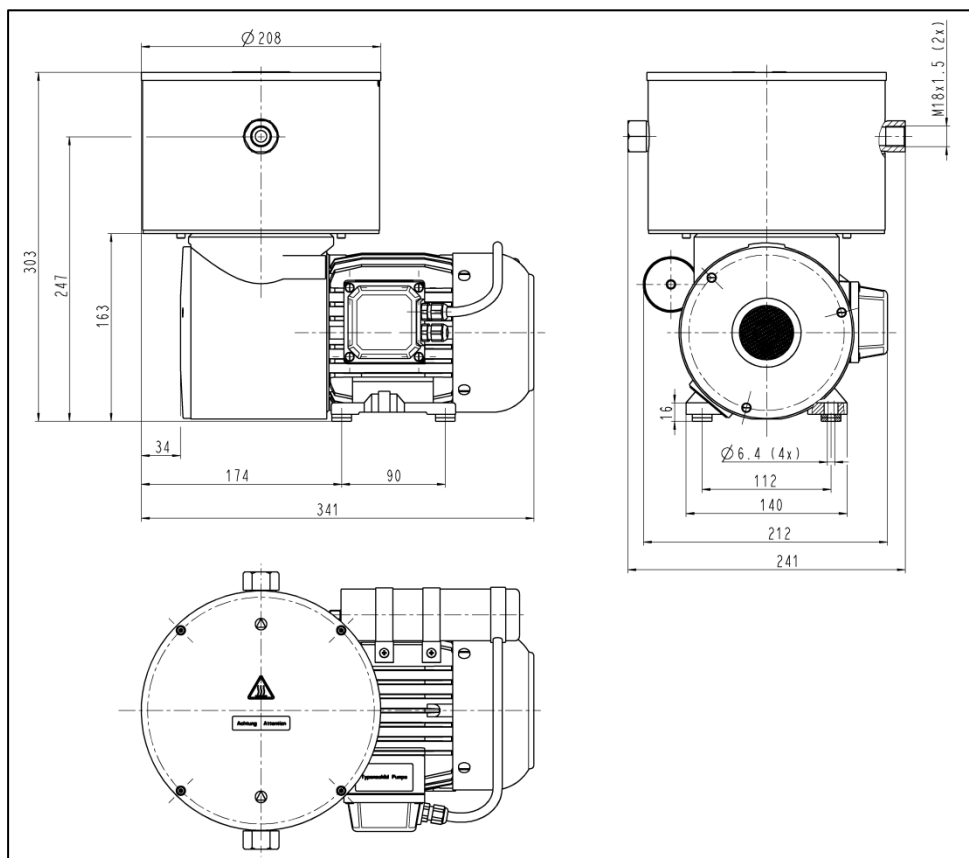
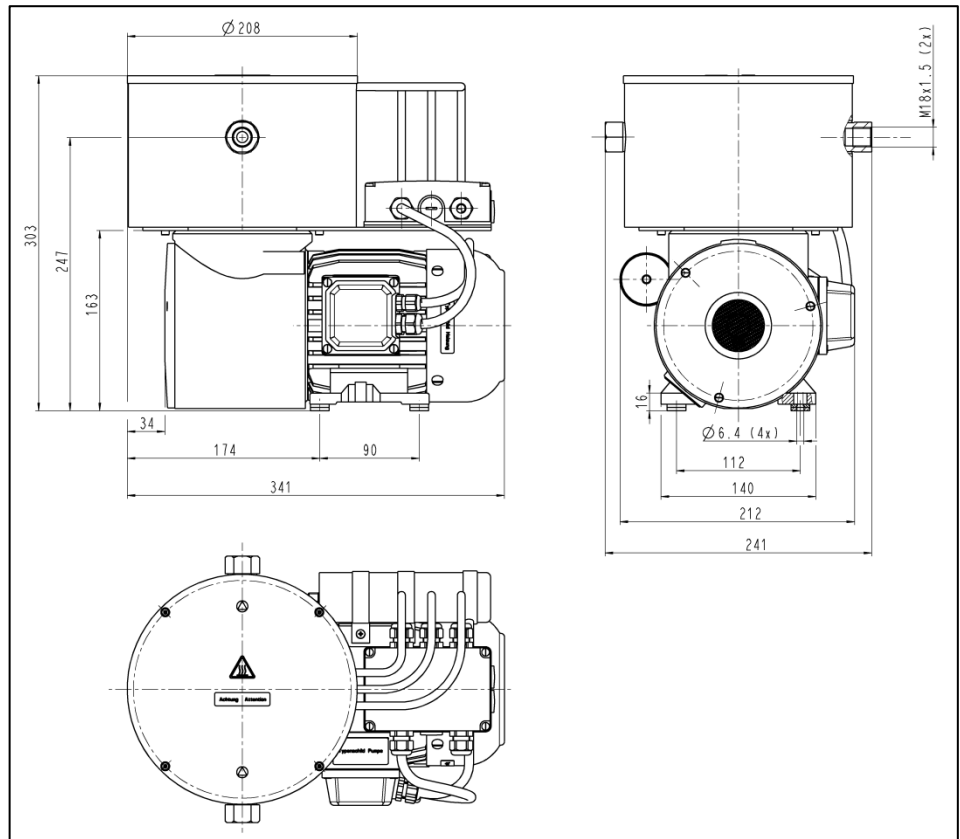

Abb. 4: Befestigungsmaße .16-Ausführungen
Abb. 5: Befestigungsmaße .11-Ausführungen
**Befestigungsmaße** ➔ Befestigungsmaße siehe Abb. 4 (.16-Ausführungen) oder Abb. 5 (.11-Ausführungen).